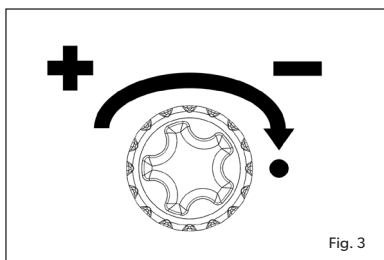

Fig. 3
- Ruotare il pomello dell'apparecchio Dual Power Pak in senso antiorario per aumentare il flusso del gas (Fig. 3).